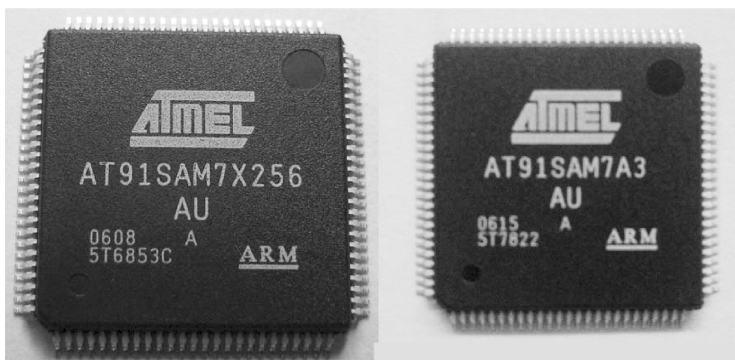

图 4-6 QFP 外形图
(2) QFP
QFP (Quad Flat Package 四方扁平封装) 是表面贴装型封装之一, 引脚从 4 个侧面引出呈海鸥翼 (L) 型, 基材有陶瓷、金属和塑料 3 种。QFP 的芯片引脚之间距离小 (引脚中心距有 1.0mm、0.8mm、0.65mm、0.5mm、0.4mm 和 0.3mm 等多种规格)、引脚很细, 一般大规模或超大规模集成电路都采用这种封装形式, 其引脚数一般在 100 个以上。QFP 外形如图 4-6 所示。